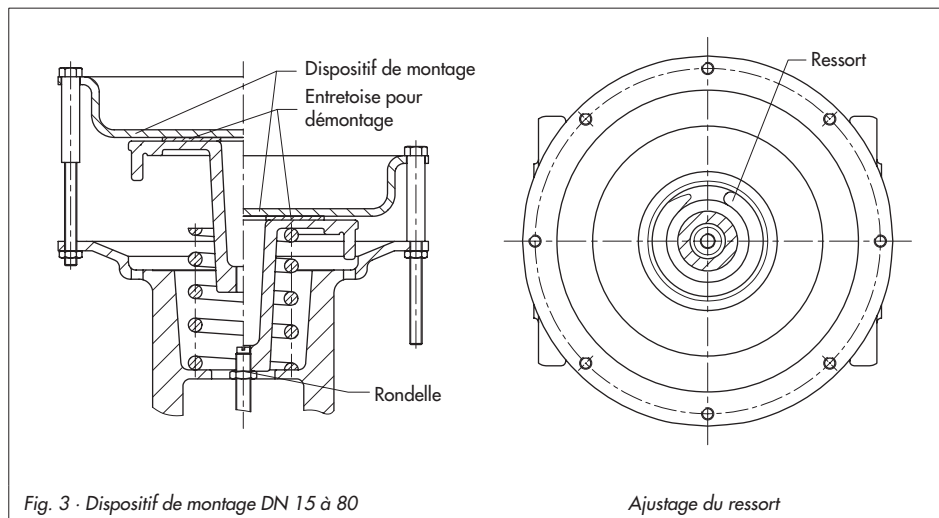

Fig. 3 · Dispositif de montage DN 15 à 80
Les opérations de démontage sont différentes selon l'exécution «ressort ferme» ou «ouvre» et selon la disposition du clapet. Comme le ressort (5.5) du servomoteur est précontraint, il est nécessaire d'utiliser un dispositif de montage (voir fig. 3 et tableau 1). Pour dévisser la bague de siège une clé de siège spéciale est obligatoire (tableau 1). Tous les couples de serrage nécessaires sont cités dans le tableau 2.
2. Placer l'entretoise (environ 5 mm) selon la fig. 3 sur l'assiette - ressort.
5. Ajuster le ressort (5.5) dans la superstructure selon la fig. 3.